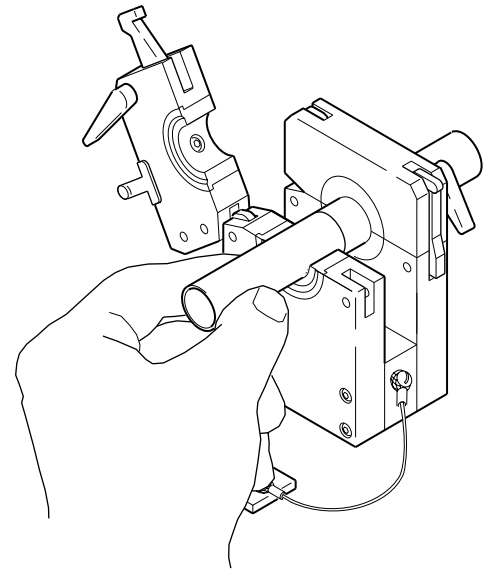

图 16 安装第二个工件
5. 把第二个工件与第一个工件对接好, 放下并锁好上侧板。参考图 16。